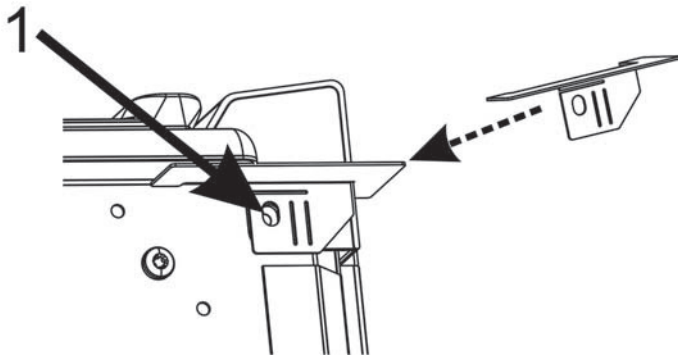

Figure 3 : Mise en place du cache-coin latéral droit
5. Placez le cache-coin droit comme illustré (voir Figure 3 : Mise en place du cache-coin latéral droit). Alignez le trou arrondi du cache-coin avec le trou à l'emplacement 1.